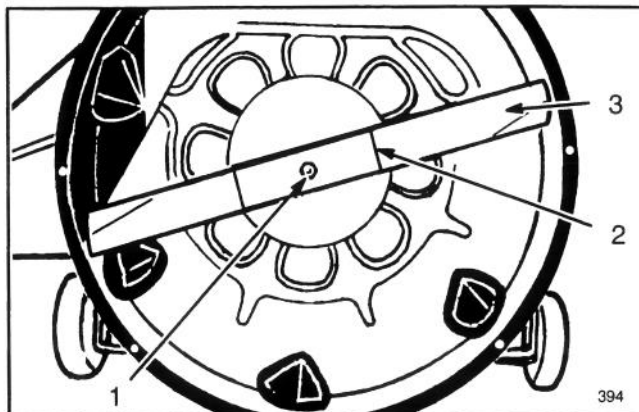

Figure 20
6. Saisir l'extrémité de la lame à l'aide d'un chiffon ou d'un gant épais. Puis enlever le boulon de la lame, la rondelle et la lame (Fig. 20).
9. Remettre l'un après l'autre, la lame, le raidisseur, la rondelle et le boulon de la lame (Fig. 20). Appuyer le côté concave de la rondelle incurvée contre la lame. Serrer le boulon à 61-81 Nm.
7. Profiter de ce que la machine est debout pour vérifier l'état de la lame (Fig. 20).